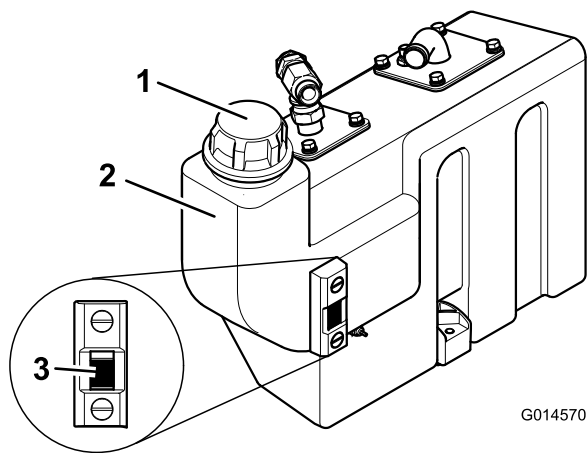

Bild 29
3. Wenn Hydrauliköl benötigt wird, reinigen Sie den Bereich um die Abdeckung des Hydraulikbehälters (Bild 29). Schrauben Sie den Deckel ab.